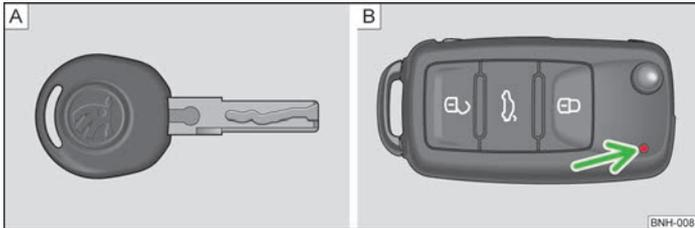
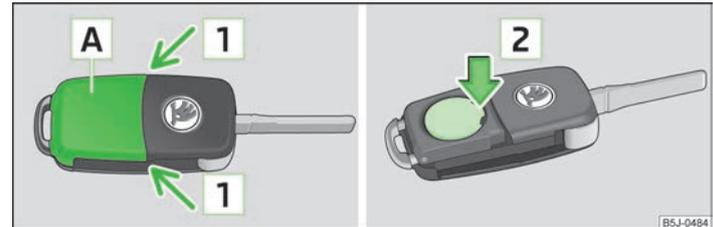

Abb. 8 Schlüssel ohne Fernbedienung / Schlüssel mit Fernbedienung (Funkschlüssel)
Abb. 9 Funkschlüssel: Deckel abnehmen / Batterie herausnehmen
Mit dem Fahrzeug werden zwei Schlüssel ausgeliefert. Je nach Ausstattung kann Ihr Fahrzeug mit Schlüsseln ohne Funkfernbedienung » Abb. 8 - A) oder mit Funkfernbedienung » Abb. 8 - B) ausgestattet sein.
Jeder Funkschlüssel enthält eine Batterie, die unter dem Deckel A) untergebracht ist » Abb. 9. Wenn die Batterie entladen ist, blinkt nach dem Drücken einer Taste auf dem Funkschlüssel die rote Kontrollleuchte » Abb. 8 auf Seite 25 - B) nicht.
- Die Batterieabdeckung mit dem Daumen oder mit einem flachen Schraubendreher im Bereich der Pfeile T) abdrücken » Abb. 9.